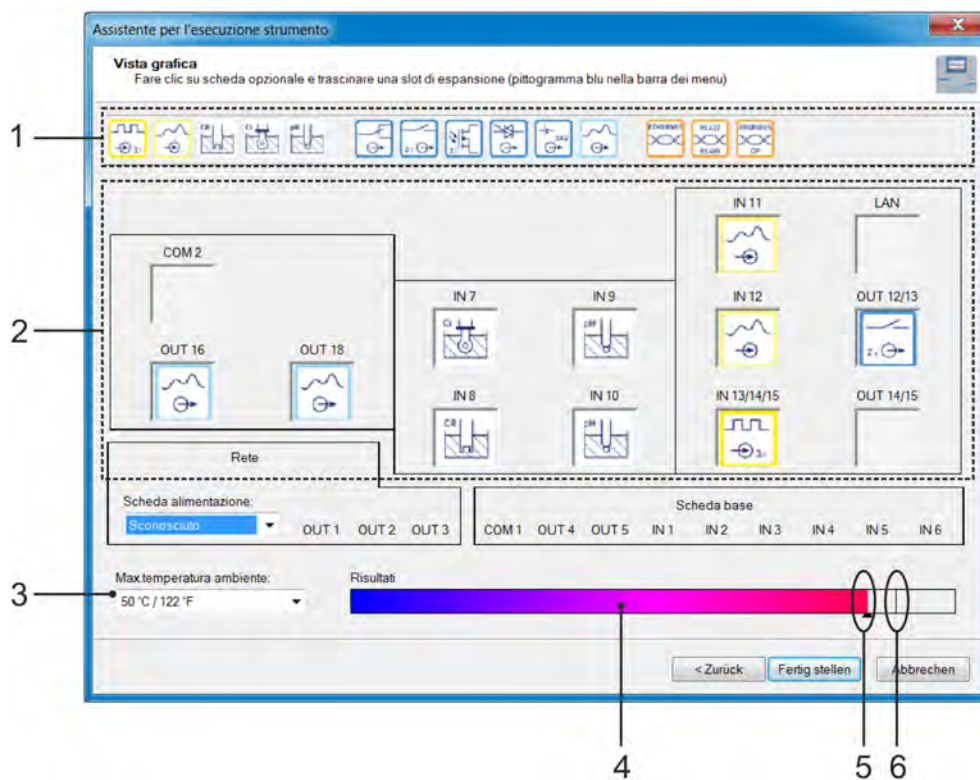

Fig. 99: Panoramica grafica
7. ► Qui è possibile semplicemente con la funzione Drag and Drop posizionare, spostare e rimuovere le schede opzionali desiderate (Fig. 99 , Pos. 1) simbolicamente negli slot appropriati (Fig. 99 , Pos. 2).
Il grafico a barre "bilancio energetico" (Fig. 99 , Pos. 4) rappresenta il riscaldamento previsto dell'interno dell'alloggiamento. Questo tiene conto del calore totale rilasciato dalla base e dalle unità di alimentazione e dalle schede opzionali, nonché dell'influenza della temperatura ambiente preimpostata (Fig. 99 , Pos. 3).
La piccola barra verticale in questo display (Fig. 99 , pos.6) rappresenta il limite che non deve essere superato.
Quando il limite viene superato, il colore del puntatore sul grafico a barre (Fig. 99 , Pos. 5) cambia da nero a rosso.